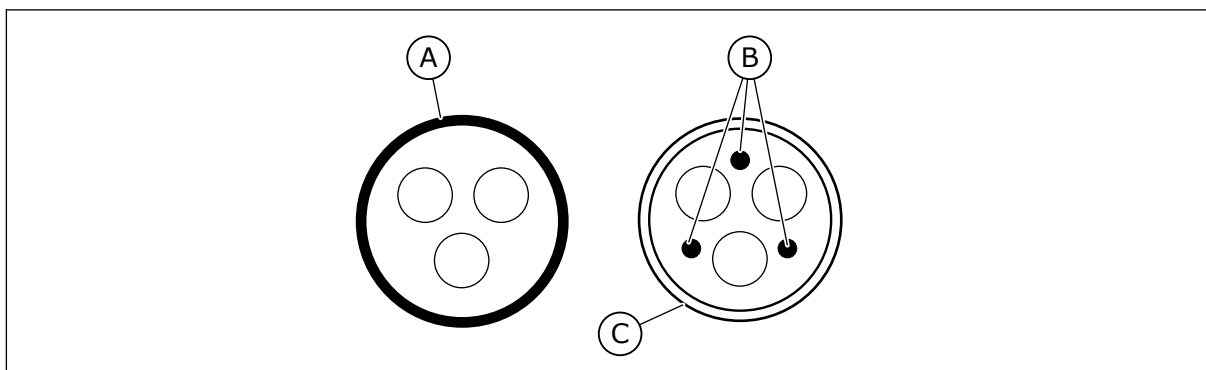

Bild 36: Kablar med PE-ledare
2. En symmetrisk strömkabel med en koncentrisk skyddsledare. En kabel för den angivna spänningen. Vi rekommenderar en MCMK-kabel. Se *Bild 36*.
3. En symmetrisk strömkabel med en kompakt lågimpedansskärm. En kabel för den angivna spänningen. Vi rekommenderar en MCCMK- eller en EMCMK-kabel. Vi rekommenderar en kabelöverföringsimpedans (1–30 MHz) på högst 100 mΩ/m. Se *Bild 36*. * = För EMC-nivån C2 krävs 360° jordning av skärmen med genomföringar i motorändan.